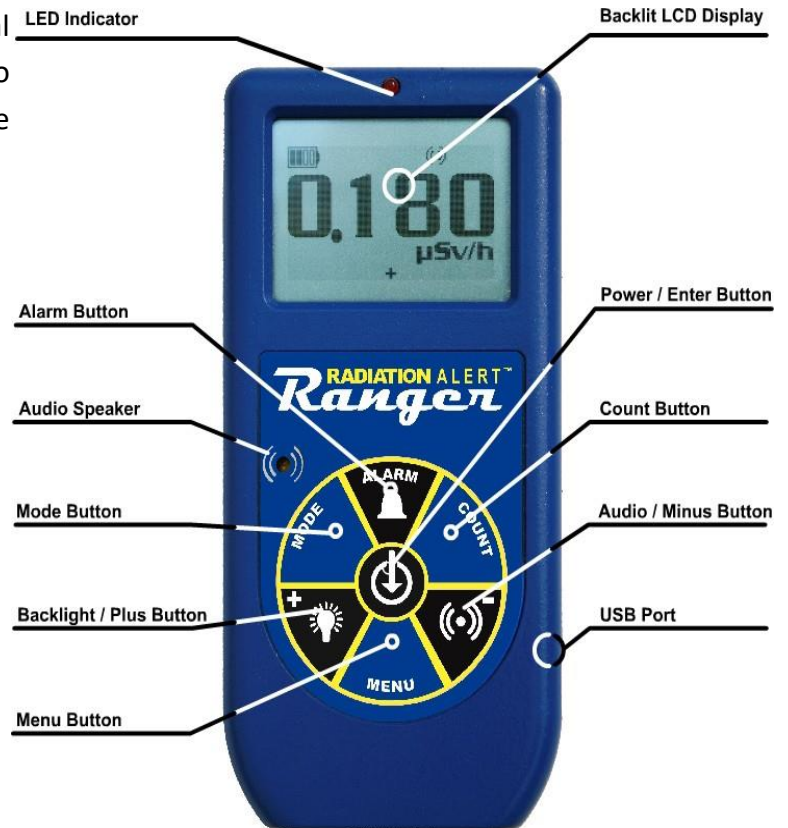

Figura 2/2
El **Ranger** mide radiación Alfa, Beta, Gama y rayos X. Está optimizado para detectar pequeños cambios en los niveles de radiación y tener alta sensibilidad a muchos radionucléidos comunes. Este capítulo describe brevemente las características del **Ranger** (Ver Capítulo 3: Operación para detalles) El **Ranger** cuenta eventos ionizantes y muestra los resultados en su pantalla de cristal líquido (LCD) La unidad de medición se localiza abajo del valor numérico. La unidad de medición es seleccionada utilizando el interruptor de modo. Cada vez que el **Ranger** es operado, el indicador LED rojo destella un conteo (evento ionizante) detectado. *Figura 2 (2)*
La pantalla LCD (*Figura 2/1*) muestra indicadores varios de acuerdo al modo programado, de función(es) llevada(s) a cabo y la condición de la batería como se muestra a continuación.
**ICONO DE ALARMA** – Indica que la alarma ha sido programada y está activa. *Figura 2/1*
El Botón de Modo (*Figura 2/2*) se utiliza para seleccionar entre las unidades de medición disponibles.
La pantalla en la parte trasera de **Ranger** es llamada “tubo panqué” (*Figura 2 /3*). Permite que la radiación alfa y beta de baja energía, y gama, que no puede pasar a través de la carcasa de plástico penetre la superficie de mica del tubo. El pequeño símbolo de radiación en la parte posterior del detector indica el centro aproximado del tubo Geiger.
3. Una vez programado el tiempo oprima el Botón **Intro** (Figura 2/2) para aceptar el conteo programado.